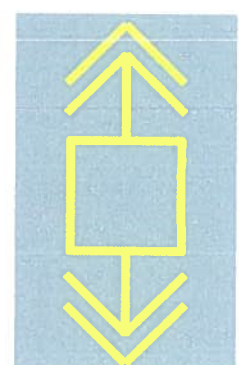

Fig. 7.27
- Prezența stării „legat la pământ” pe ambii poli ai întreruptorului (fig. 7.27);